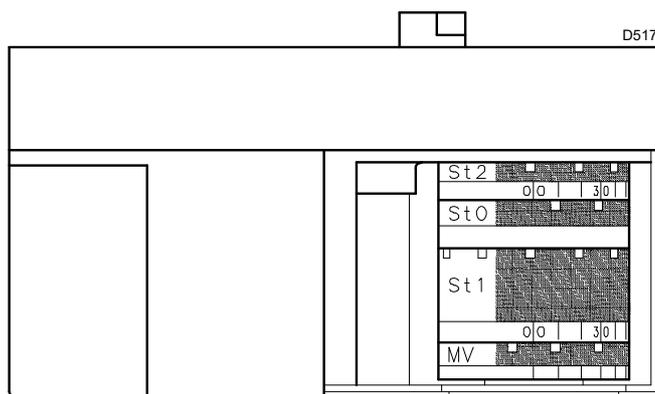

Fig. 30
- S'il faut diminuer ce débit, réduire légèrement l'angle du levier orange (Fig. 30 à la page 28) par de légers déplacements successifs ; autrement dit, procéder par étape en passant de l'angle de 15° à 13°, puis 11°